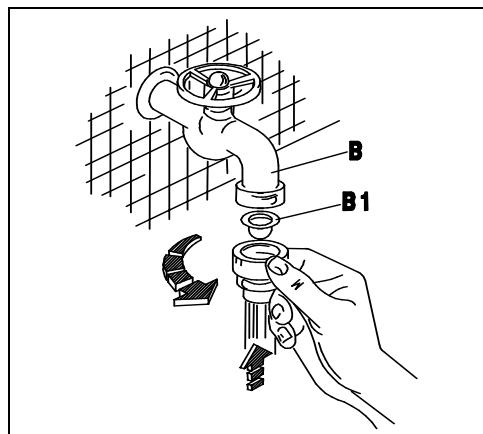
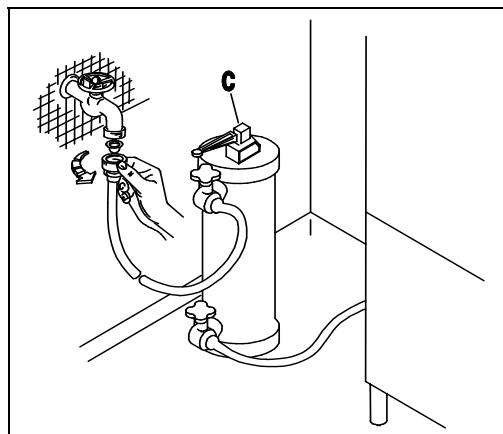
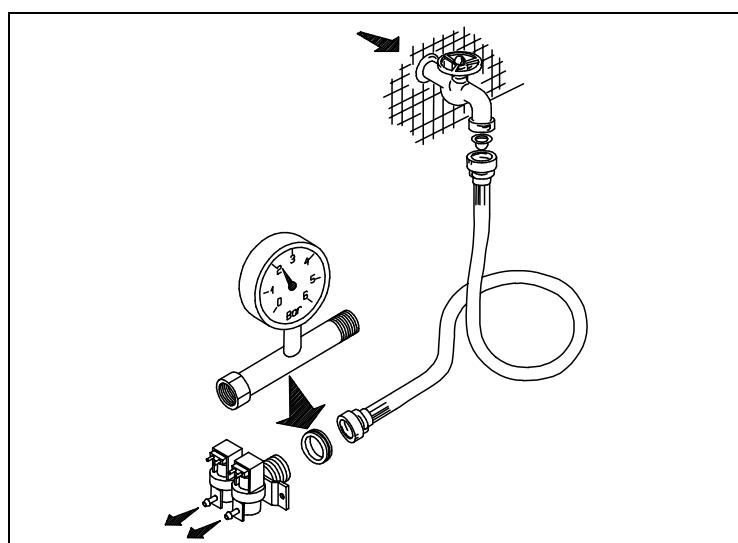
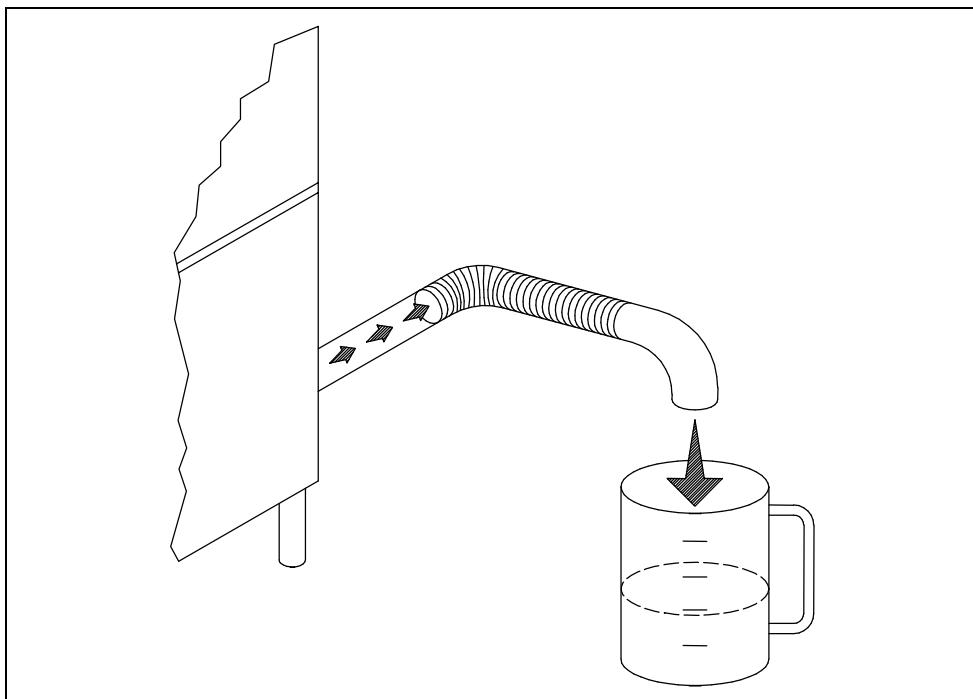

Fig. 2-2
Fig. 2-3
Fig. 2-4
Fig. 2-5
- L'apparecchio è previsto per l'allacciamento all'acqua fredda o calda max 50 ° 55°C), con una pressione a valvola aperta come indicato nella Tab. 2-1. In caso di pressione superiore alla massima consigliata, bisogna installare un riduttore di pressione. In caso di pressione inferiore alla minima consigliata, bisogna installare una pompa di aumento pressione di max 0.5 Hp, con una portata di 20 L/min ed una prevalenza di 15-20 mt.. Il controllo della pressione deve essere effettuato all'ingresso dell'elettrovalvola (ved. fig.2-4). La conduttrice dell'acqua deve avere un diametro interno di almeno 16/18 mm (ved.fig.2-5). Collegare il tubo di carico acqua dell'apparecchio ad un rubinetto d'intercettazione (B), posto preferibilmente nelle immediate vicinanze dell'apparecchio, interponendo l'apposito filtro in dotazione (B1) (ved. fig.2-2). Si consiglia l'installazione di un decalcificatore (C) (non in dotazione), montato a monte dell' elettrovalvola della macchina (ved. fig.2-3).
- The appliance is designed for connection to the cold or hot water supply (max. 50 55°C) at a mains pressure with the valve open as shown in Table 2-1 and a minimum output of 10 litres/min. If pressure exceeds the maximum, fit a pressure reducer. If pressure is lower than the minimum, fit a pressure booster pump of max. 0.5 HP, with an output of 20 litres/min. and a head of 15-20 metres. Pressure must be measured at the solenoid valve inlet (see fig. 2-4). The water pipes must have an internal diameter of at least 16/18 mm (see fig. 2-5). Connect the appliance water supply pipe to a cut-out tap (B), preferably placed close to the appliance, fitting the special filter provided (B1) (see fig. 2-2). We recommend fitting a water softener (C) (not provided) upstream from the machine solenoid valve (see fig. 2-3).
- Das Gerät ist für den Anschluss an Warm-und Kaltwasser (max. 50-55°C) vorgesehen, wobei der Druck bei offenem Ventil dem in Tab. 2-1. Bei höherem Druck als dem empfohlenen einen Druckminderer installieren. Bei niedrigeren Druck als empfohlen eine Druckerhöhungspumpe mit max. 0,5 PS , einer Förderleistung von 20l/min und einer Förderhöhe von 15-20m installieren. Die Druckkontrolle muss am Eingang des Elektroventils erfolgen (siehe Bild 2-4). Die Wasserleitung muss einen Innendurchmesser von mindestens 16/18 mm aufweisen (siehe Bild 2-5). Den Zulaufschlauch des Gerätes an einen möglichst nahegelegenen Wasserhahn (B) anschliessen und den vorgesehenen Filter (B1) anbringen (siehe Bild 2-2). Der Einbau eines Etkalkers (C) wird empfohlen; dieser gehört nicht zur Ausstattung und muss vor dem Elektroventil der Maschine eingebaut werden. (siehe Bild 2-3).
- L'appareil peut être raccordé à l'eau froide ou chaude (50:55°C max) à une pression, soupape ouverte, comme indiqué dans le tableau 2-1. Si la pression dépasse la pression maximum conseillée, il faut installer un réducteur de pression. Si la pression est inférieure à la pression minimum conseillée, il faut installer une pompe pour faire augmenter la pression de 0,5 Hp max., à un débit de 20 litres /min et à une hauteur d'élévation de 15-20 m. Le contrôle de la pression sera effectué à l'entrée de l'électrovanne (voir fig. 2-4). Les conduites d'eau auront un diamètre interne d'eau moins 16/18 mm (voir fig. 2-5). Raccorder la conduite d'arrivée de l'eau de l'appareil à un robinet secondaire (B), installé si possible tout près de l'appareil, après avoir intercalé le filtre spécial fourni (B1) (voir fig. 2-2). Nous conseillons d'installer un adoucisseur (C) (non fourni) qui sera monté en amont de l'électrovanne de la machine (voir fig. 2-3).
- Este aparato se puede alimentar con agua caliente o fría (máx. 50 ° 55°C); la presión del agua con válvula abierta está indicada en la tabla 2-1. En caso de que la presión fuera superior a la máxima que se aconseja, instale un reductor de presión; si fuera demasiado baja, instale una bomba de aumento de presión de 0,5 Hp (máximo), con un caudal de 20 litros por minuto y una altura de elevación de 15 a 20 m. El control de la presión se debe efectuar en la entrada de la electroválvula (véase fig. 2-4). La tubería del agua debe tener un diámetro interior de 16-18 m. por lo menos (véase fig. 2-5). Conecte el tubo de alimentación del agua del aparato a un grifo de paso (B), que irá montado preferentemente muy cerca del aparato, tras interponer el filtro (B1) del equipamiento base (véase fig. 2-2). Es aconsejable instalar un descalcificador (C) (que no forma parte del equipamiento base). El descalcificador irá montado antes de la electroválvula de la máquina (véase fig. 2-3).